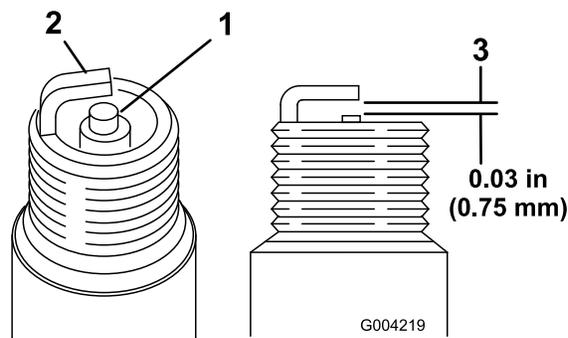

図 49
2. プラグの電極間のエアギャップ 図 49を点検し、
3. 適正值から外れていれば外側の電極 図 49を曲げて調整する。
1. 中央の電極部を観察する 図 49。絶縁体部がうす茶色や灰色なら適正、碍子が黒くなっているのは不完全燃焼であるエアクリーナの汚れが原因であることが多い。